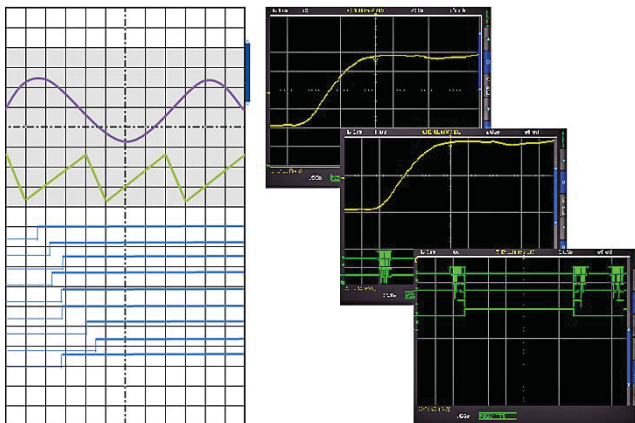

Abb. 7.1: Schema und Beispiel der Virtual Screen Funktion
In der Abbildung 7.1 ist die Funktionsweise des Virtual Screen's dargestellt. Der auf dem Display sichtbare Bereich von 8 vertikalen Skalenteilen ist hier grau gefärbt. In diesem Bereich können die analogen Signale angezeigt werden. Neben dem Gitter ist ein kleiner Balken, der die Position der sichtbaren 8 Skalenteile innerhalb der möglichen 20 Skalenteile angibt. Wird die Taste SCROLL BAR (5) betätigt, so wird dieser Balken blau (aktiv) und die sichtbaren 8 Skalenteile (den grauen Bereich) können mit dem Universaldrehgeber im CURSOR/MENU Bedienfeld über die möglichen 20 Skalenteile verschoben werden. Dies ermöglicht eine einfache und übersichtliche Darstellung von vielen Einzelsignalzügen.